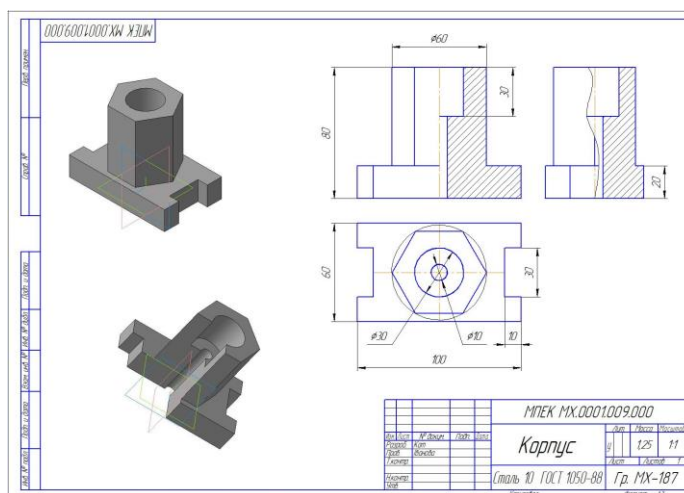

Рисунок 1 – Зображення, створені на основі 3D-моделі
2. «Автоматизоване виробництво креслень» рис. 1. Зображення, створені на основі 3D-моделі в «КОМПАС-3D». Яким би дивним це не здавалося, але одним з головних переваг програм 3D-моделювання є їх здатність швидко створювати точні 2D-креслення.
Навіть у випадку з простими компонентами генерування двовимірної проєкції з твердотільної моделі виконується швидше, ніж створення креслення в традиційному 2D-поданні. Для виконання простих завдань ми все одно використовуємо програму 3D-моделювання, оскільки працювати там набагато швидше і легше, і навіть для нескладних деталей є сенс робити тривимірні моделі. Так проєкції, показані на рис. 1, були створені на основі 3D-моделі в «КОМПАС-3D» – вся робота потребувала лише декількох операцій і була виконана за 10 хвилин. Представлені там же базові проєкції і перерізи, створені із застосуванням традиційного 2D-Компас, потребували набагато більшого числа операцій і зайняли близько 45 хвилин часу. Додаткова ізометрична проєкція була створена за кілька секунд. На її створення традиційним способом знадобилося би набагато більше часу.